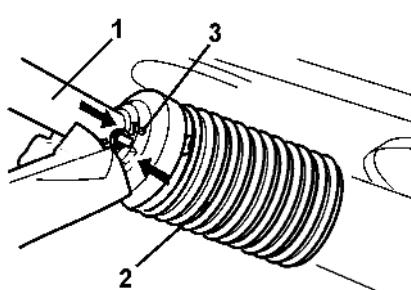

図 60
6. 注油ニップル(図 60/1)を外し、プロペラシャフト(図 60/2)を差し込みます。
7. 接続ヨーク(図 60/3)をせん断ボルト(図 60/4)で固定します。
8. 潤滑ニップル(図 60/1)を回しこみます。